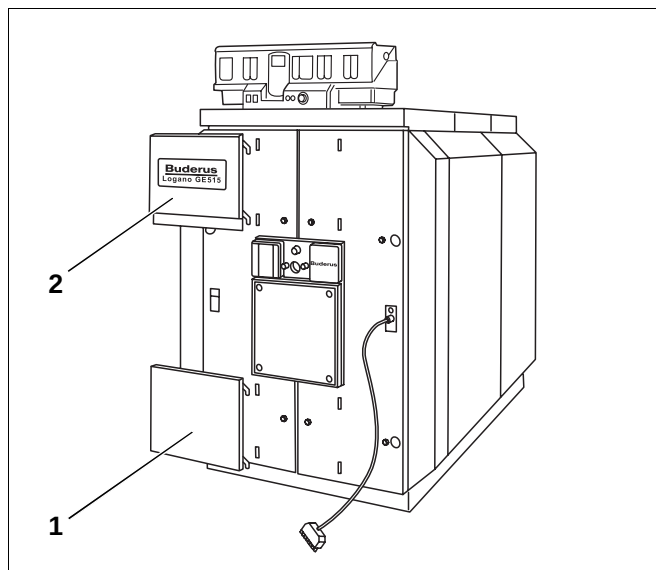

Fig. 57 Montasje av brennerdørens paneler
- Heng brennerdørpanelene på brennerdørkledningen (fig. 57, **pos. 1 og 2**).